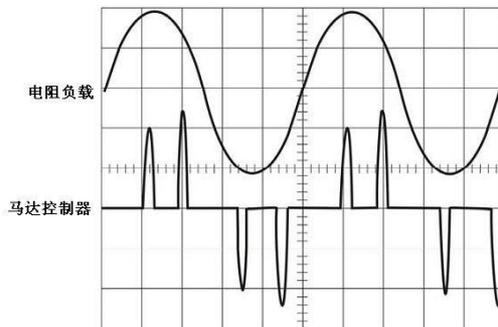

图3 典型的电流波形比较
5. 适当的调整测试钳的档位和示波器的 Timebase 以获得清楚稳定的波形信号。要同时看到 AC 和 DC 电流，把示波器的输入连结拨到 DC；当输入连结拨到 AC 时,只会显示 AC 电流。连接不同的量测机器所显示出来的电流会有所不同。虽然 RMS 电流只能适用在低频率电流波，但是瞬时峰值也可能是相当高的。图 3 显示用电阻负载所绘制出的电流图和马达控制器所绘制出来的区别。